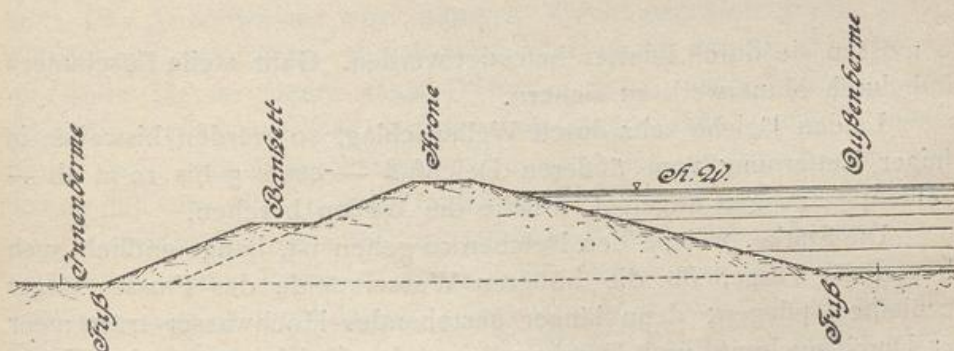
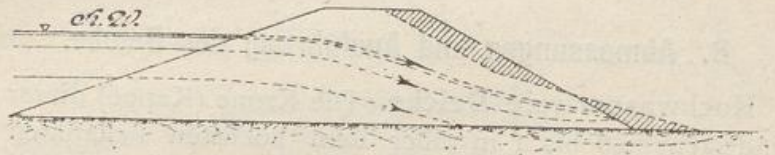

Abb. 582.
Abb. 583.
2. Hochwasserfreie Deiche. Die Krone (Kappe) dieser Deiche liegt mindestens 0,6 bis 1 m über dem höchsten bekannten Hochwasserstande (Abb. 582). Diese Kronenhöhe ist nötig mit Rücksicht
Kronenbreite mindestens 2 m, möglichst 2,5 bis 4 m, so daß die Krone zur Erleichterung der Deichverteidigung befahrbar ist; Außenböschung 1:2,5 bis 1:4, meistens 1:3, Innenböschung 1:2 bis 1:2,5. Je höher der Deich ist, andererseits auch je schlechter (magerer, sandiger) die Deicherde ist, desto flacher müssen die Außen- und Innenböschungen sein. Die Außenböschung ist meistens flacher als die Innenböschung mit Rücksicht auf Wellenschlag und Strömung. Ist die Deicherde schlecht, so sind bei großem Hochwasser am inneren Deichfuß Sickerungen zu befürchten, welche zu Rutschungen führen können (Abb. 583), ebenso, wenn der Untergrund sandig ist. In diesem Falle muß dann auch die Innenböschung möglichst flach gemacht werden (1:3 bis 1:4), oder man ordnet eine Verstärkungsberme an (Bankett, Fußdeich, Abb. 582), 2 bis 3 m breit, 2 bis 2,5 m unter der Deichkrone liegend. Längs dem inneren und
wenn das Hochwasser lange anhält, besonders aber in den Deichstrecken, welche mit schlechtem, sandigem Boden erbaut sind, sandigen Untergrund haben oder schlecht ausgeführt sind. In Abb. 583 ist zu sehen, wie die Wasserfäden in dem durchtränkten Deichkörper verlaufen. Daraus ergibt sich, daß der Fuß der Innenböschung immer am meisten der Durchnässung ausgesetzt ist.